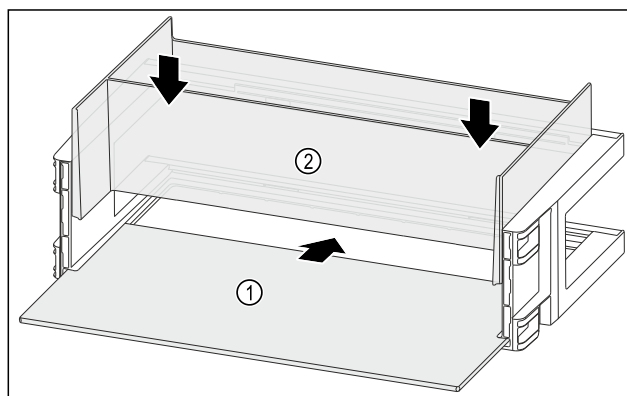

Fig. 98
- Inserire il ripiano Fig. 98 (1) negli incavi laterali.
- Inserire l'organizzatore Fig. 98 (2).